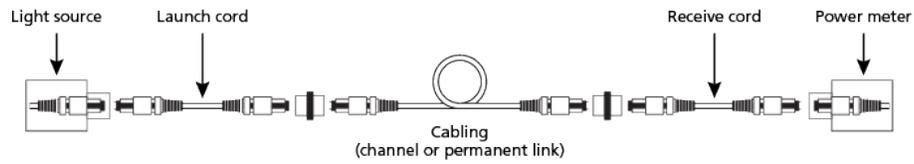

Abbildung 16. Nehmen Sie die Messung vor
2. Vertauschen Sie das Ersatzkabel mit dem zu testenden Kabel mithilfe der am Kabel angeschlossenen Adapter (s. Abbildung 16).